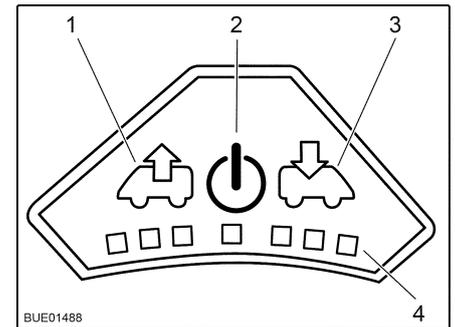

Fig. 102 Quadro comandi del ventilatore
- Accensione:** ■ Premere il tasto On/Off (Fig. 102,2). Il ventilatore funziona in modalità comfort (sfiato al numero di giri minimi del ventilatore).
- Sfiato:** ■ Per aumentare il numero di giri del ventilatore: Premere il tasto Sfiato (Fig. 102,1). Il numero di giri del ventilatore aumenta di uno stadio in direzione sfiato. I LED (Fig. 102,4) indicano gli stadi di commutazione.
■ Per ridurre il numero di giri del ventilatore: Premere il tasto Aerazione (Fig. 102,3). Il numero di giri del ventilatore si riduce di uno stadio.
- Per aumentare il numero di giri del ventilatore: Premere il tasto Aerazione (Fig. 102,3). Il numero di giri del ventilatore aumenta di uno stadio in direzione aerazione. I LED (Fig. 102,4) indicano gli stadi di commutazione.
- Per ridurre il numero di giri del ventilatore: Premere il tasto Sfiato (Fig. 102,1). Il numero di giri del ventilatore si riduce di uno stadio.
- Premere il tasto On/Off (Fig. 102,2). Il ventilatore si ferma, i LED si spengono.